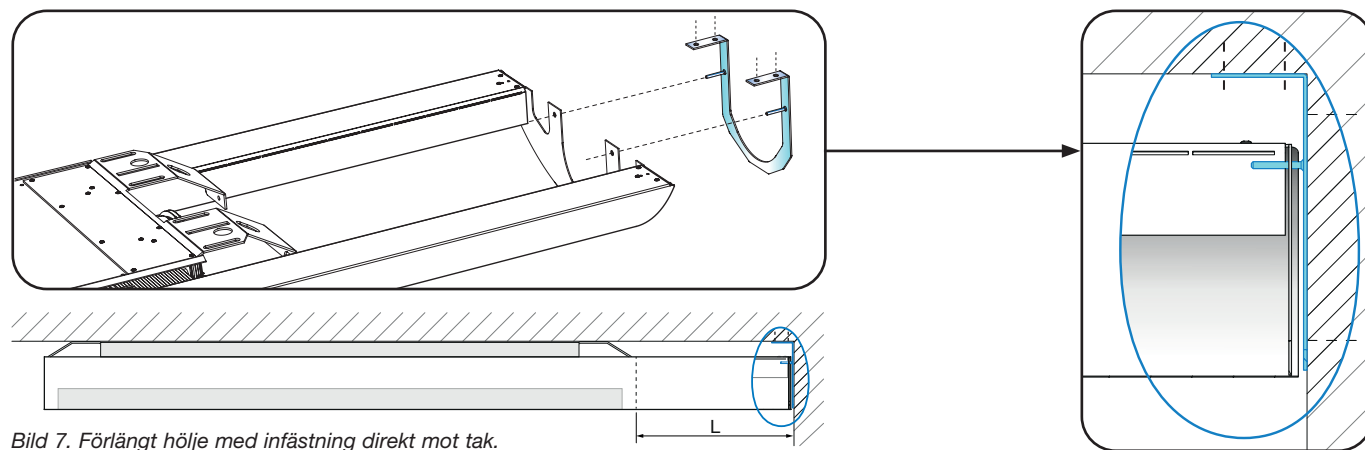

Bild 7. Förlängt hölje med infästning direkt mot tak.
2. Förlängt hölje med infästning direkt mot tak (se bild 7). Maximal längd: 3600 mm (i steg om 1 mm).